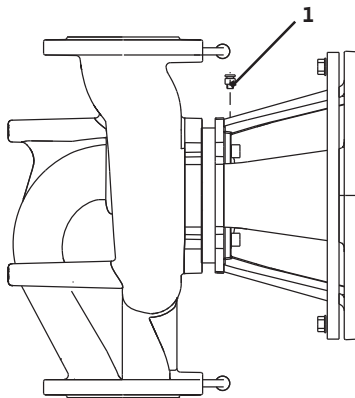

Fig. 40: Légtelenítő szelep
- A szivattyúkat a légtelenítő szelepek kioldásával kell légteleníteni (Fig. 40, 1. poz.). A szárazonfutás tönkreteszi a szivattyú csúszógyűrűs tömítését. A nyomáskülönbség-jeladót nem szabad légteleníteni (károsodás veszélye áll fenn).